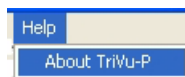

Рисунок 5-13. Help->About
3. Нажмите *Help* ► *About TriVU* (Рисунок 5-13).